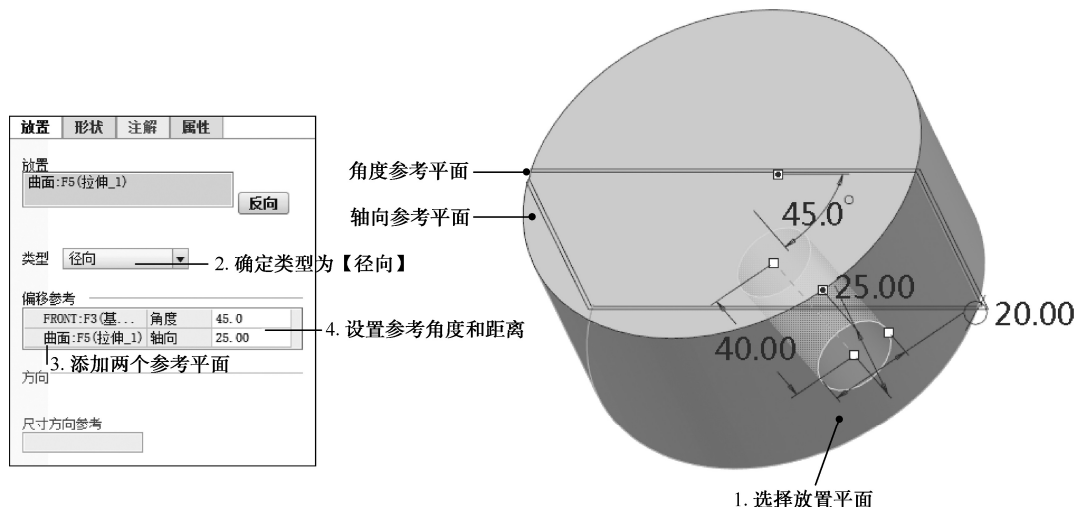

图 5-3 径向方式创建孔
如图 5-3 所示，要在圆柱体表面绘制孔，此时孔的放置平面为圆柱的侧面。
① 放置孔。如图 5-3 所示，选择【放置】，单击【放置】下面的框，然后在模型中选择放置平面为圆柱体的侧面。
② 设置孔的放置类型为【径向】。选择了放置平面为圆柱面之后，系统会自动将孔的放置类型设置为【径向】。
③ 添加孔的【偏移参考】。单击【偏移参考】，添加参考面。选择圆柱中心轴所在的平面 FRONT 平面作为角度偏移的参考平面，按住键盘的 Ctrl 键，选择距离偏移的参考平面为“圆柱体上表面”。
④ 设置偏移的角度和距离。设置与 FRONT 平面的夹角为 45° ，与“圆柱体上表面”的距离为 25。此时孔位置已经确定。